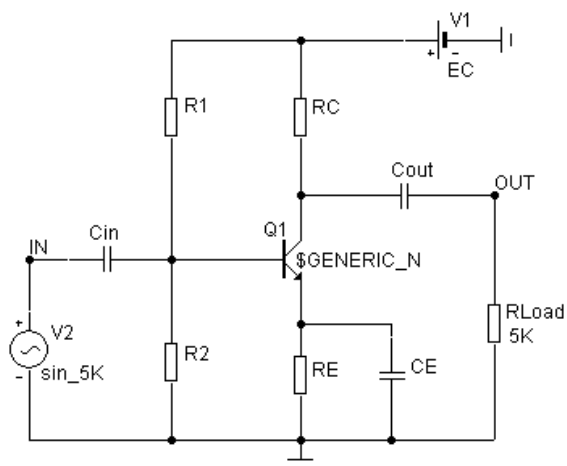

Рис. 8.1. Схема усилителя с общим эмиттером
1.2. В данной работе производится расчет по постоянному току элементов усилительного каскада, собранного по схеме с общим эмиттером, изображенного на рис. 8.1.
2.10. Учитывая то, что резистор  $R_E$  заземляется по переменной составляющей (рис. 8.1), и то, что к коллектору транзистора подключается
Выберите ток делителя базовой цепи усилительного каскада  $I_{DIV}$  в диапазоне  $I_{DIV} = (5-10)I_{BA}$ . Рассчитайте сопротивление нижнего плеча делителя  $R_2$  (рис. 8.1) по формуле:
Рассчитайте сопротивление верхнего плеча делителя  $R_1$  (рис. 8.1):
2.17. Постройте схему, изображенную на рис. 8.1, с рассчитанными значениями сопротивлений. Сохранить файл.
анализа также можно назначить входному и выходному узлу текстовые наименования из латинских букв, как показано на рис. 8.1.